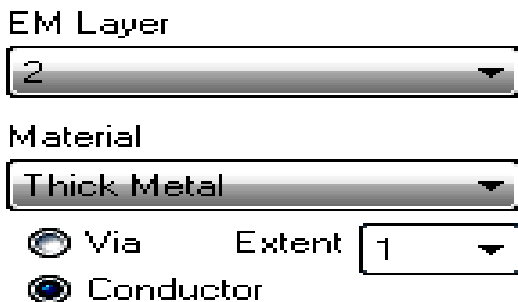

Рис. 2
3. Каждая pcell знает, на каком слое она расположена. При добавлении pcell она добавляется к активному слою. Щёлкните по панели **Layout** в левой нижней части окна, чтобы открыть окно менеджера топологии и установите активный слой, щёлкните по стрелке в правом конце строки **EM Layer**, чтобы открыть выпадающее меню, установите нужный слой и материал (рис. 2).